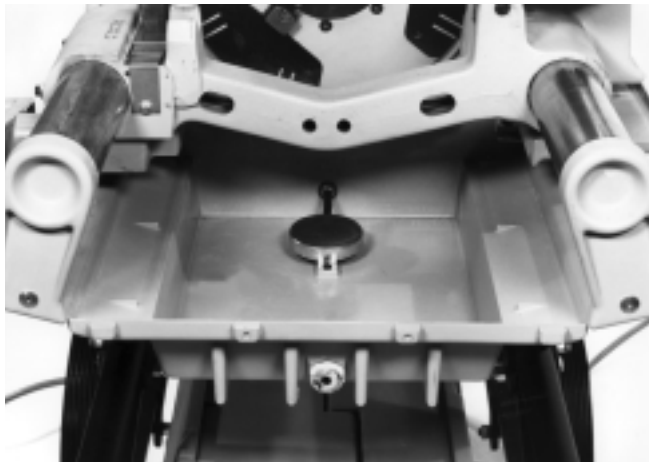

Figure 32 – Nettoyage du tiroir à copeau et du filtre à huile
2. Nettoyez le tamis de filtration qui se trouve au fond du carter afin d'assurer le bon écoulement d'huile vers les têtes de filière (Figure 32)
1. Mettez un récipient sous le bouchon de vidange du tiroir à copeaux. (Figure 32)